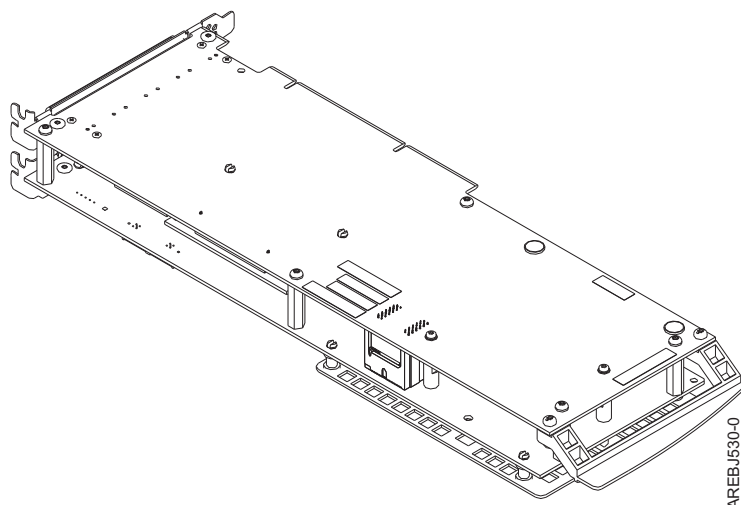

Figura 43. Adaptador do conjunto de placas 572F/575C
2. Coloque o adaptador do conjunto de placas 572F/575C em uma superfície antiestática ESD e oriente-o conforme mostrado na Figura 43 na página 93.